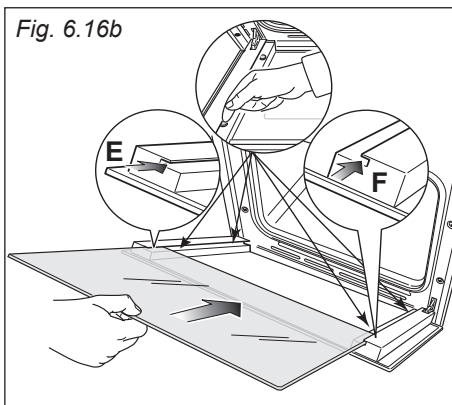
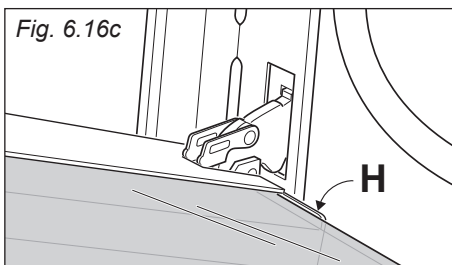

Fig. 6.16b
Fig. 6.16c
- Inserire il vetro nelle guide "E" ed "F" (fig. 6.16b) e farlo scorrere dolcemente fino ai fermi "H" (fig. 6.16c).